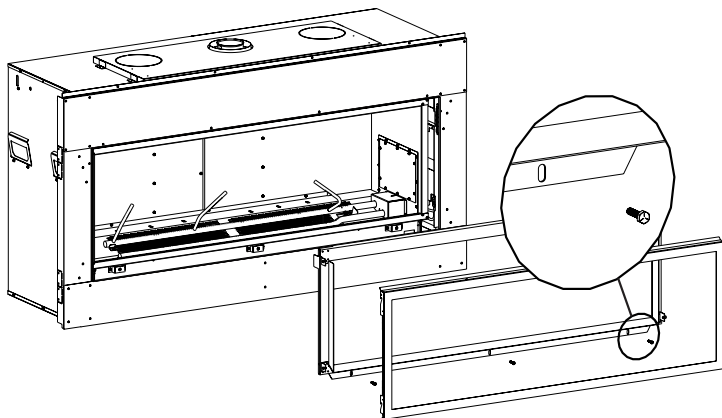

Figure 64
1. Retirez l'écran de barrière et la porte vitrée. Voir la section entretien et entretien de ce manuel. **Voir Figure 64.**